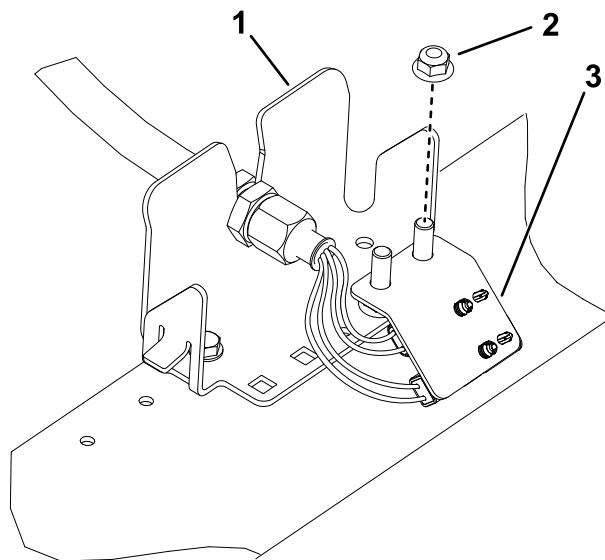
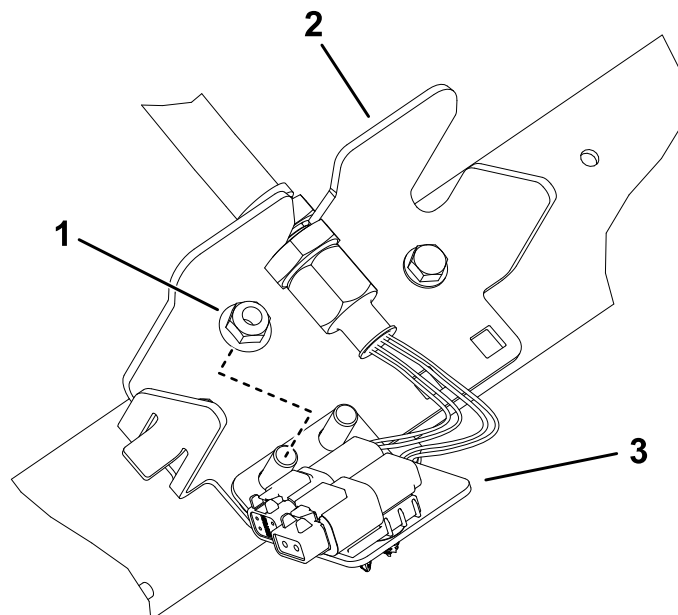

Figura 27
Figura 30
6. Repita el procedimiento en los 4 pasamuros restantes, según lo indicado en las figuras (Figura 27 a Figura 30).